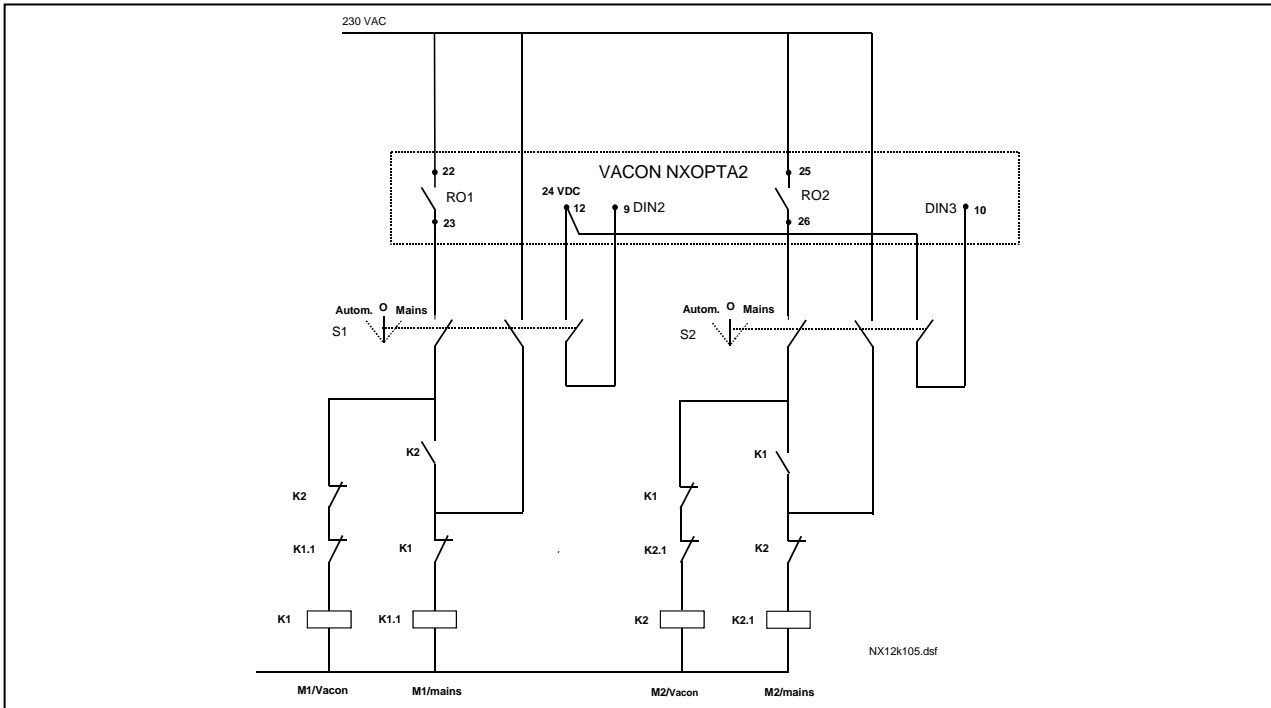
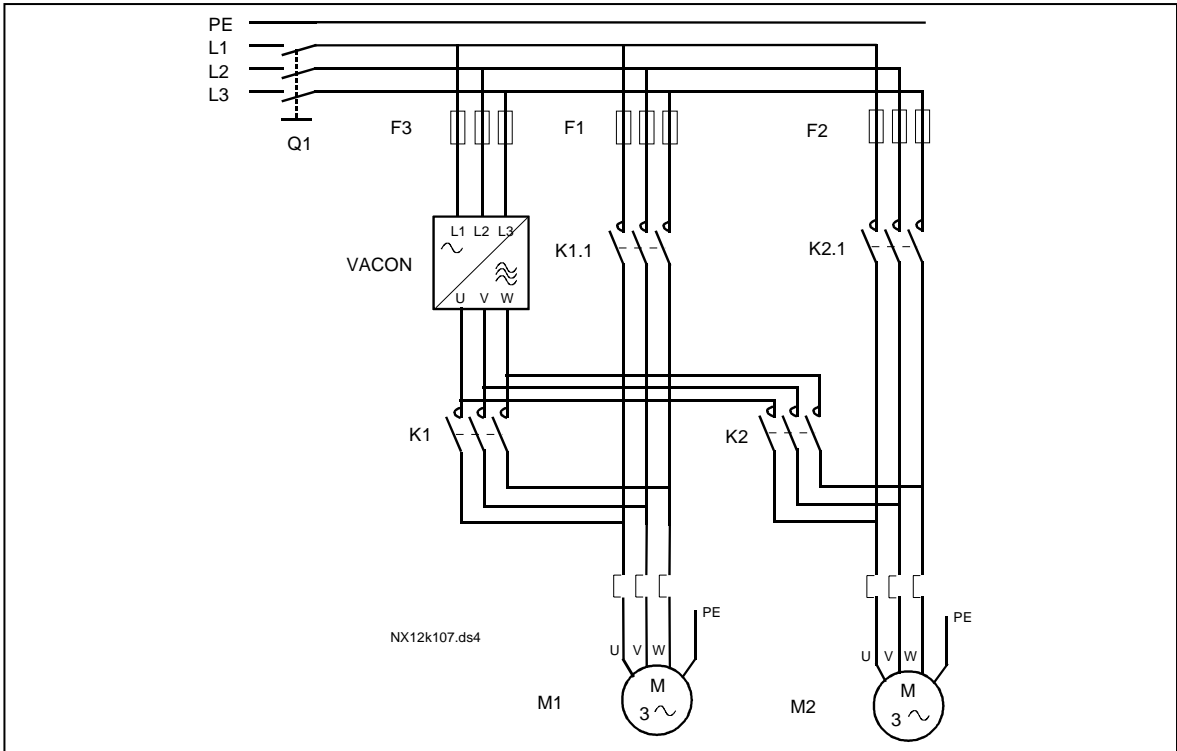
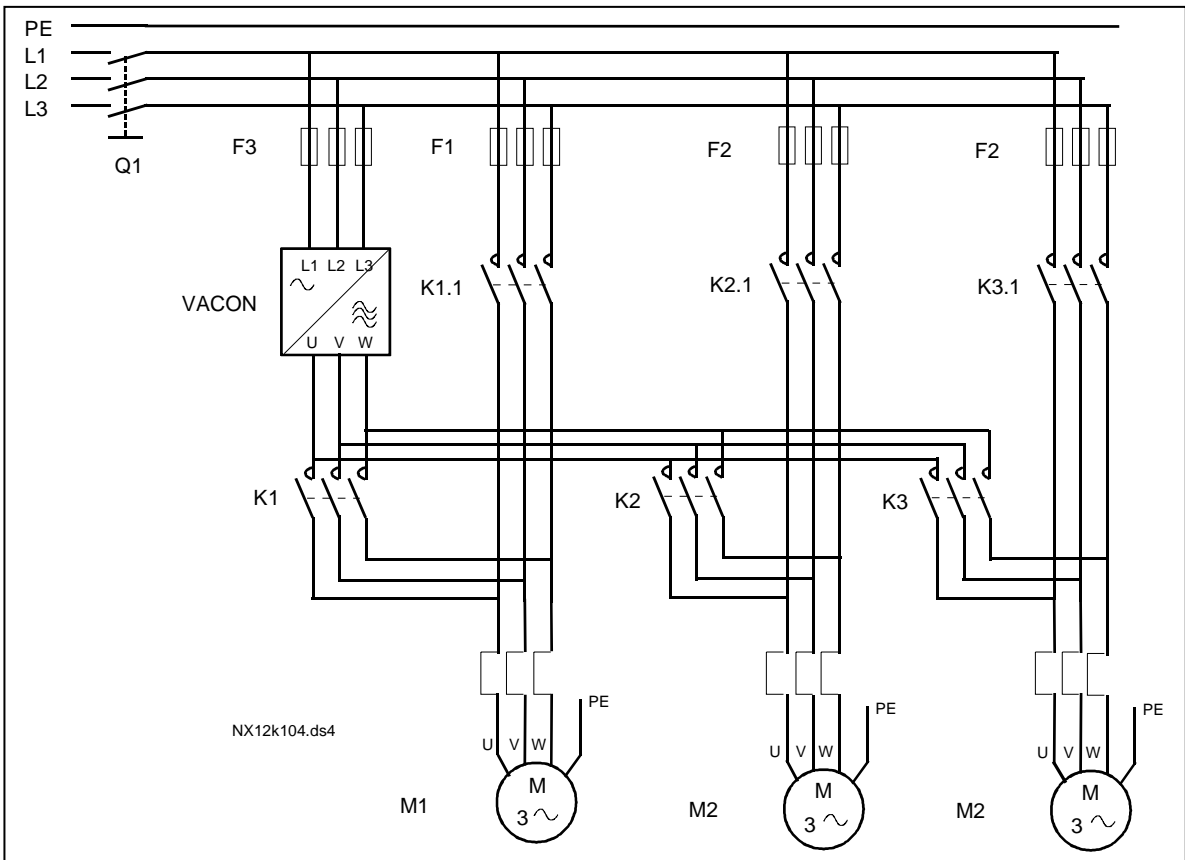

Figura 7-1. Sistema de rotación de 2 bombas, esquema de control
Figura 7-5. Ejemplo de rotación de 2 bombas, esquema de potencia
Figura 7-6. Ejemplo de rotación de 3 bombas, esquema de potencia
- Los contactores externos controlados a través de las salidas de relé del convertidor de frecuencia conectan los accionamientos al convertidor de frecuencia o a la red. Si se incluye el motor controlado por el convertidor de frecuencia en la secuencia de rotación, siempre se controla a través de la primera salida a relé activada. Los demás relés activados posteriormente controlan los accionamientos auxiliares (véase la Figura 7-5 y la Figura 7-6).
El rotación del orden de arranque y paro se activa y se aplica solamente a los accionamientos auxiliares o a los accionamientos auxiliares y al accionamiento controlado por el convertidor de frecuencia, según el ajuste del parámetro 2.9.25, *Selección automática*. Por defecto la *Rotación* viene activada para dos accionamientos. Véase la Figura 7-1 y la Figura 7-5.